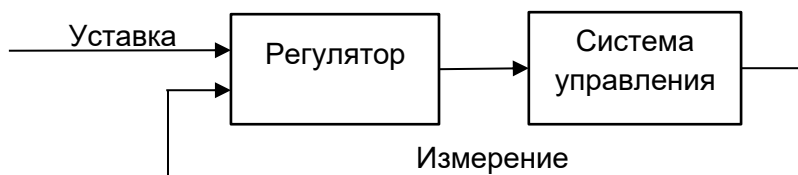

Рисунок 2.64 – Общая структура системы управления, реализованная в РМТ 19
**«Измерение»** – параметр позволяет пользователю выбрать канал с данными, которые возвращаются в регулятор из системы контроля (см. рисунок 2.64). Канал ОС (обратной связи) определяет входные данные для управления процессом.